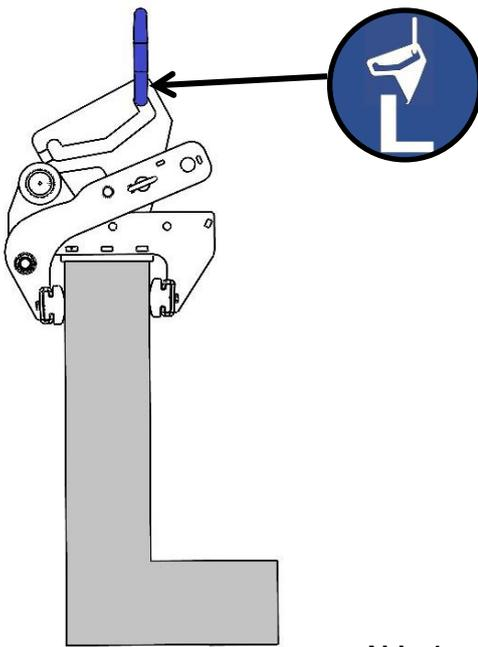
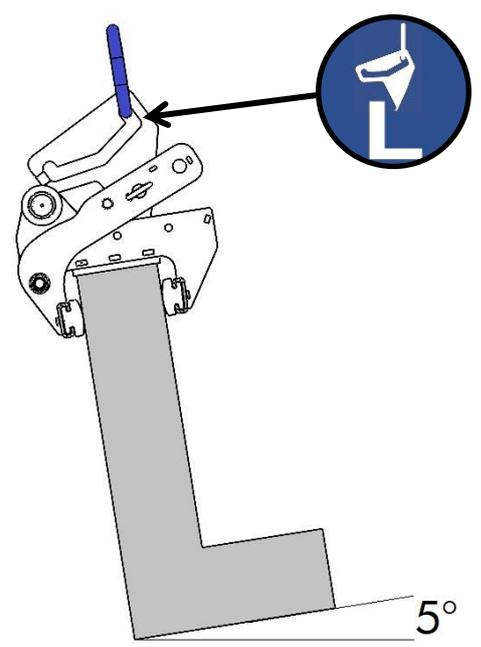
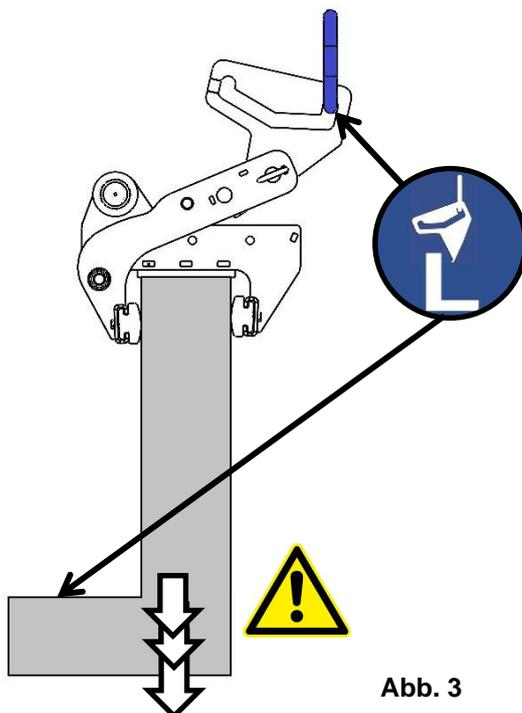

Abb. 1
Abb. 2
Abb. 3
Zur Veränderung des Greifbereichs muss zuerst der Klapstecker (1) entfernen und dann der Steckbolzen (2) herausgezogen werden (→ Abb. 1).
Nun können die jeweiligen Teile entsprechend verschoben werden (→ Abb. 2 bzw. Abb. 3).
Die meisten Greifgüter (L-Steine) mit außermittigem Schwerpunkt können mit dem Gerät (WEZ) senkrecht versetzt werden (→ Abb. 1). Es gibt jedoch Elemente mit extrem außermittigen Schwerpunkten, die **nicht über den Schwerpunktausgleich eingestellt werden können**. In diesen Fall ist ein **maximaler Schräglagenwinkel von max. 5° beim Anhebevorgang zulässig** (→ Abb. 2).